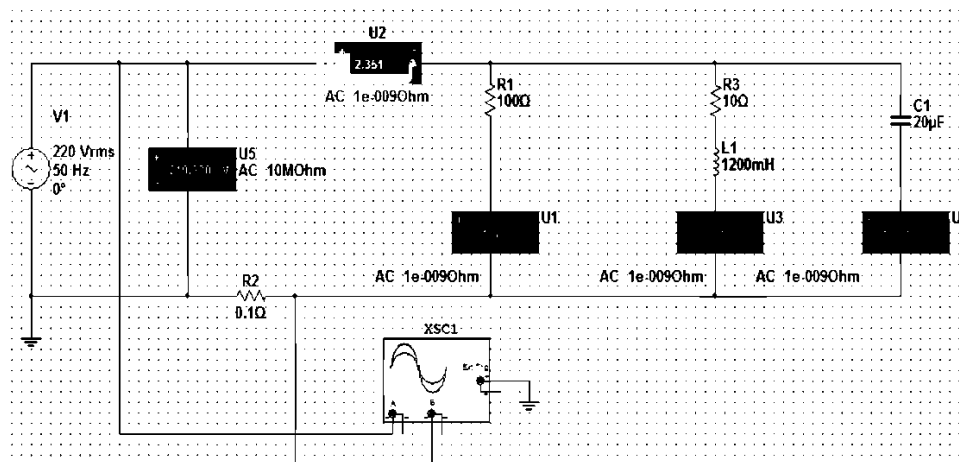

Рис. 3.6. Схема цепи с параллельным соединением резистора, катушки и конденсатора
1. Собрать на рабочем поле экрана электрическую цепь синусоидально-го тока с параллельным соединением резистора, катушки и конденсатора (рис. 3.6).